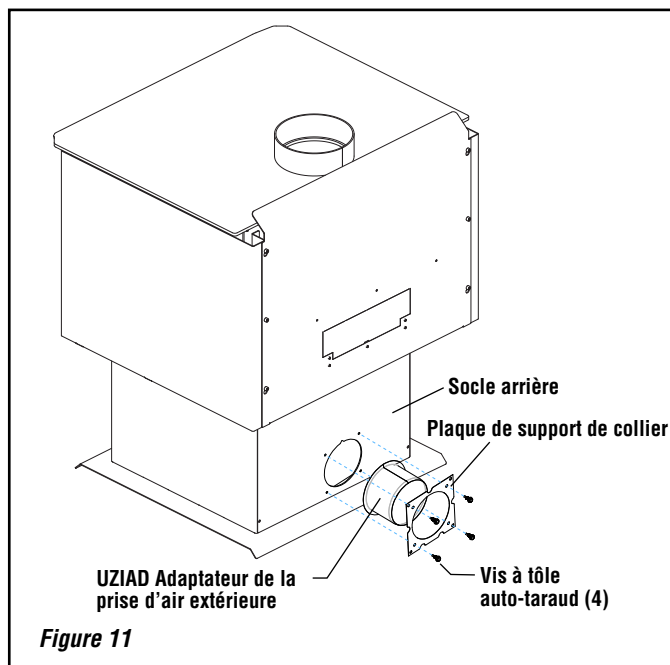

Figure 11
2. **Installer le socle arrière comme illustré à la figure 11.**
**Col avec support de col :** Centrer le collier de 4 po de diamètre sur l'orifice d'admission d'air, puis le fixer avec le support de collier à l'aide des quatre (4) vis Tek de 5/8 po fournies, en alignant la plaque sur les trous de capture de l'unité. Dans certains cas, les trous de capture ne sont pas percés; dans ce cas, utiliser les vis Tek pour commencer les trous directement (**Figure 11**).
4. **Installation des conduits et registre d'air (voir Figures 11 à 13)** - l'ensemble d'air extérieur peut être installé selon les exigences suivantes:
- b) Le registre d'admission d'air ne doit pas être installé à plus de dix (10) pieds (3050 mm) au-dessus de la base du poêle.
- Installer la prise dans la buse existante du poêle (*voir figure 11*).